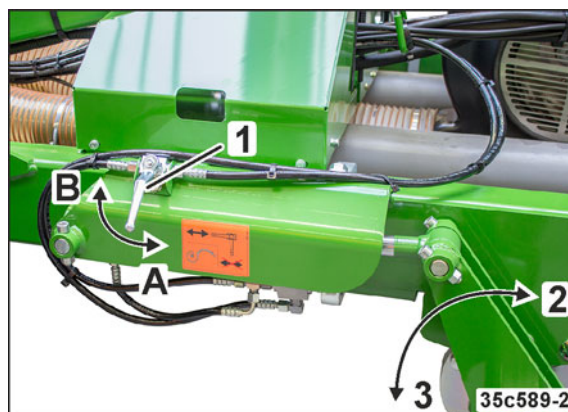

Рис. 238
1. Переведите рыхлители колеи трактора в рабочее положение (Рис. 238/3):
1. Переместите тракторные следорыхлители в транспортировочное положение (Рис. 238/2):